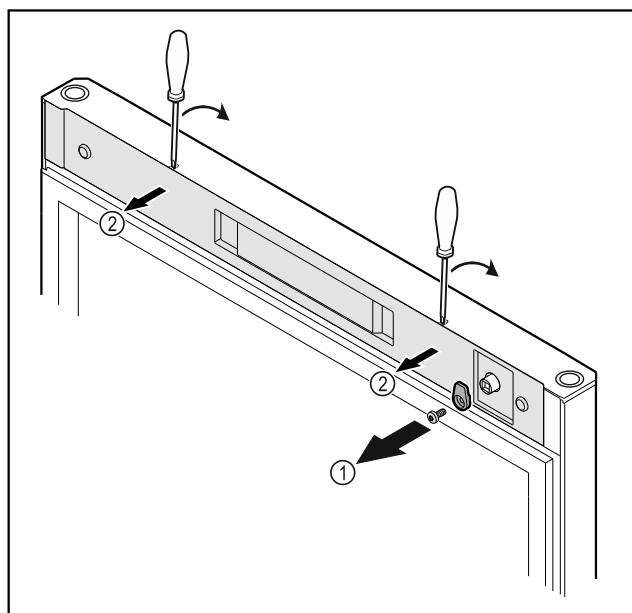

Fig. 20
► Відкрутити запірний гачок *Fig. 20 (1)*.
► За допомогою малої викрутки зніміть з фіксатора кришку *Fig. 20 (2)* і видаліть.